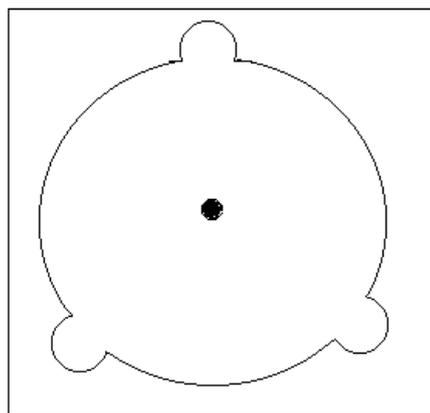

Figura 31
- 1) Realice el agujero con la plantilla, guiándose del punto central rojo. (Figura 31)